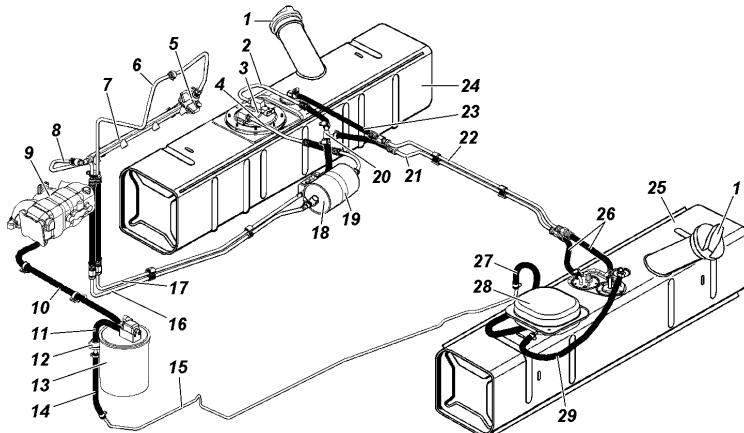
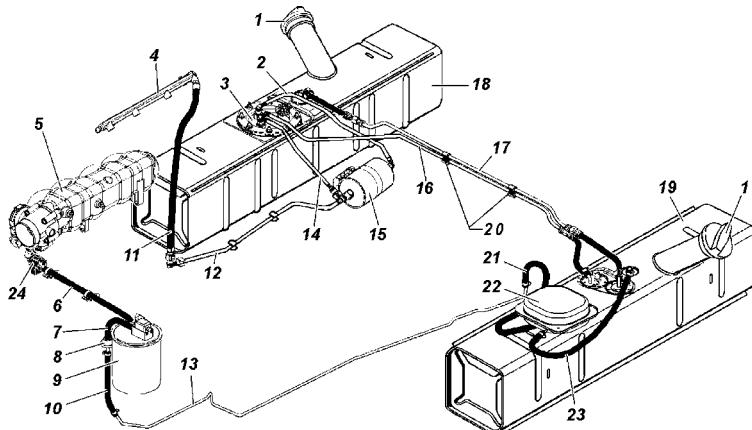

Рис. 9.27. Схема системы питания двигателя топливом
Рис. 9.28. Схема системы питания двигателя топливом
**Топливные баки** 24, 25 (рис. 9.27) и 18, 19 (рис. 9.28). Обслуживание топливных баков заключается в периодической промывке фильтра электробензонасоса (правый бак) и промывке самих баков.
- откройте люк в полу кузова над электробензонасосом (погружным модулем) и отверните болты крепления сепаратора 28 (рис. 9.27) или 22 (рис. 9.28) и выньте его, отсоедините от него шланги;
**Электробензонасос** погружного типа с датчиком указателя уровня топлива 3 (рис. 9.27).
На автомобилях экологического класса 3 установлен погружной модуль 3 (рис. 9.28), включающий в себя электробензонасос погружного типа, струйный насос и регулятор давления и датчик указателя уровня топлива.